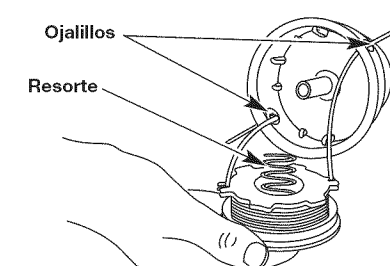

Fig. 21
- Inserte los extremos partidos de la línea a través de los ojillos de la bobina exterior y coloque el carrete interior con el resorte dentro de la bobina exterior (Fig. 21). Empuje el carrete interior y la bobina exterior entre sí.
- Inserte los extremos de la línea en los ojillos de la bobina exterior (Fig. 21).